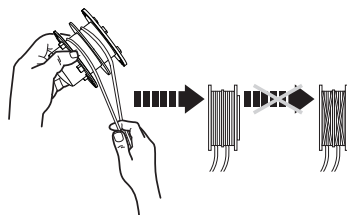

Fig. 17
7. Enrole firmemente todas as linhas para aparar em torno da bobina de aparar (10d), na direção da seta (Fig. 17).